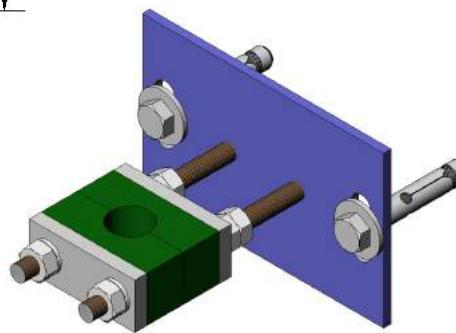

fig. 8
- Se recomienda un soporte-guía de husillo (fig. 8) cada 1,5m.